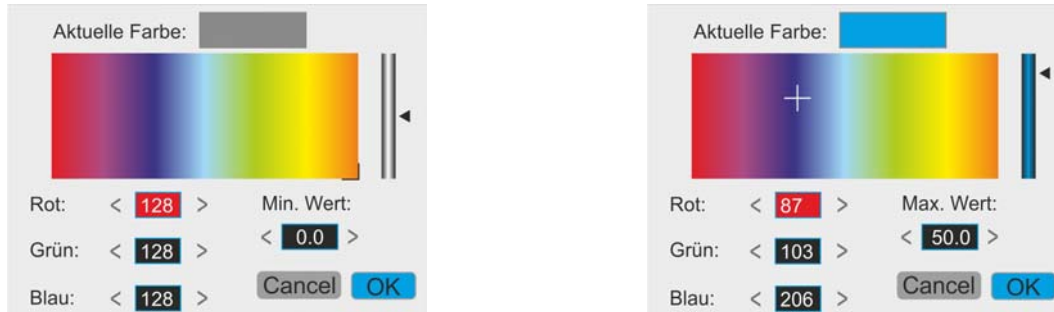

Abb. 52: Personalisierung der Farben der Anwender-Palette – Schritt 2
- Die Werte der Farben, die dem **RGB Modell** assoziiert sind (Rot, Grün, Blau) im Bereich **0 ÷ 255**. Sie können numerische Werte eingeben, oder die Cursors “+” und “◀” am Farbenspektrum berühren und die sich ergebende Wirkung auf der Leiste betrachten, die sich auf der Oberseite des Displays befindet (siehe Abb. 52 – rechte Seite).